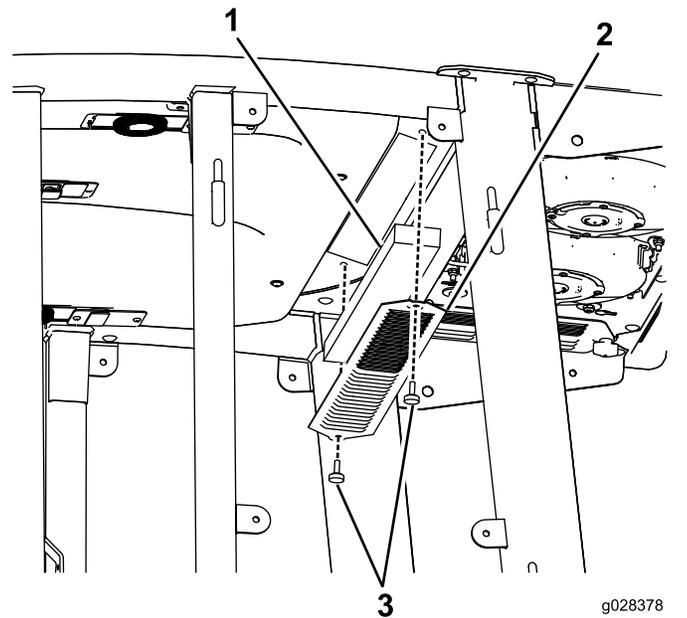
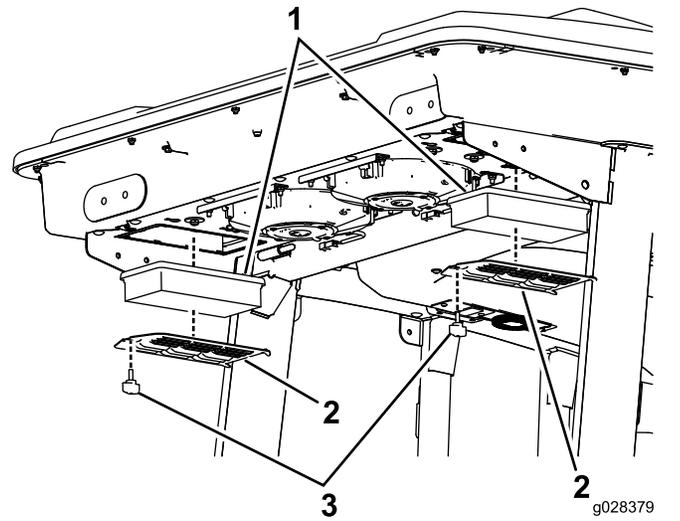
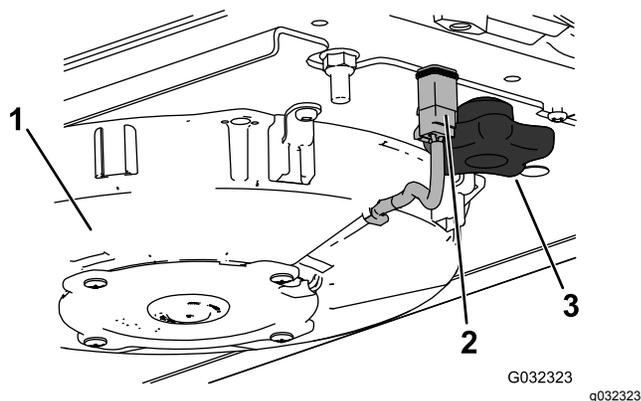
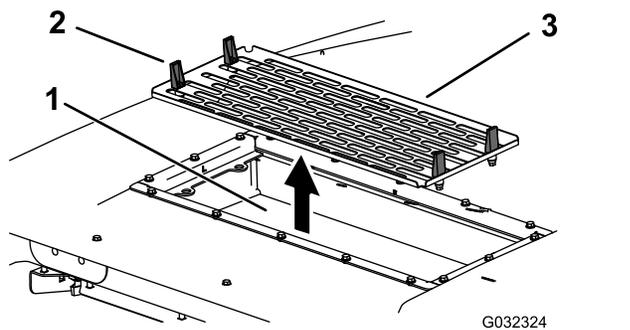

Figure 142
Figure 143
Figure 145
Figure 146
1. Retirez les vis et les grilles des filtres à air intérieur et arrière de la cabine (Figure 142 et Figure 143).
5. Déposez les filtres à air (voir Figure 143).
7. Reposez les filtres à air, la grille et le ventilateur (Figure 143, Figure 145 et Figure 146).
8. Rebranchez le câble de chaque ventilateur (Figure 145).